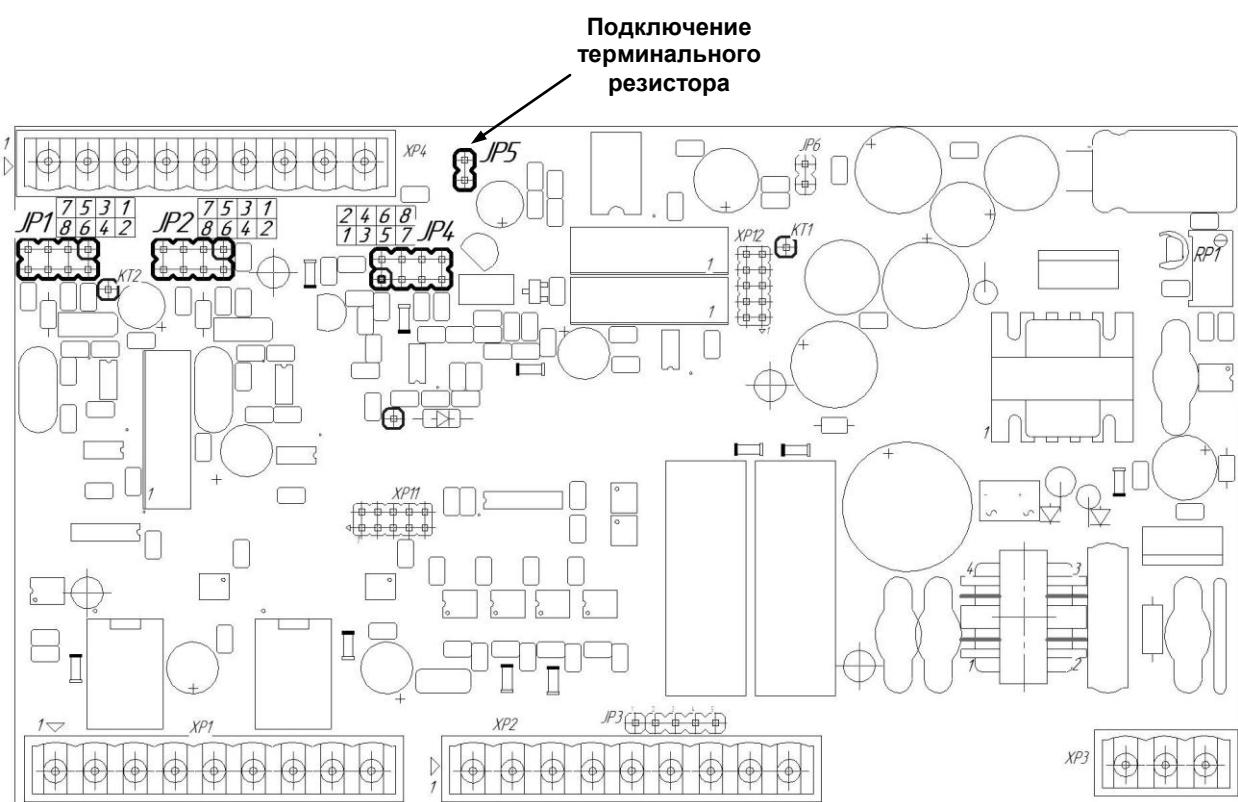

Рисунок 4.2 – Положение перемычек на плате входов БРУ-110Н
- установить положение перемычек на модуле универсальных входов в положение согласно выбранному типу входного сигнала БРУ-110Н (таб. 4.1, рис. 4.2).
Диапазон изменения выходного аналогового сигнала АО устанавливается перемычками JP4 (см. рисунок 4.2) на модуле универсальных входов/выходов. Типы выходного сигнала и соответствующие положения перемычек приведены в таблице 4.2